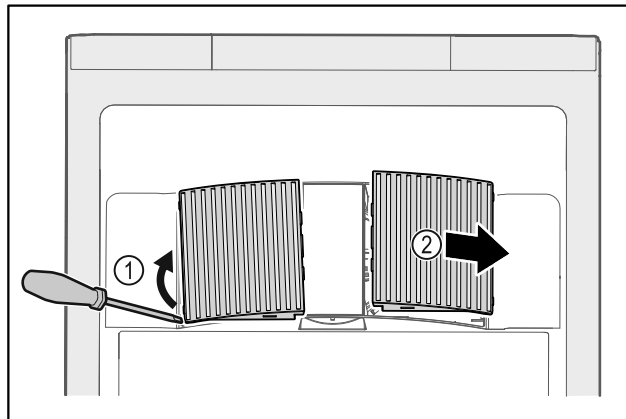

Fig. 58
► Abrir cuidadosamente las cubiertas del ventilador haciendo palanca por un lado Fig. 58 (1) y retirarlas hacia delante Fig. 58 (2).